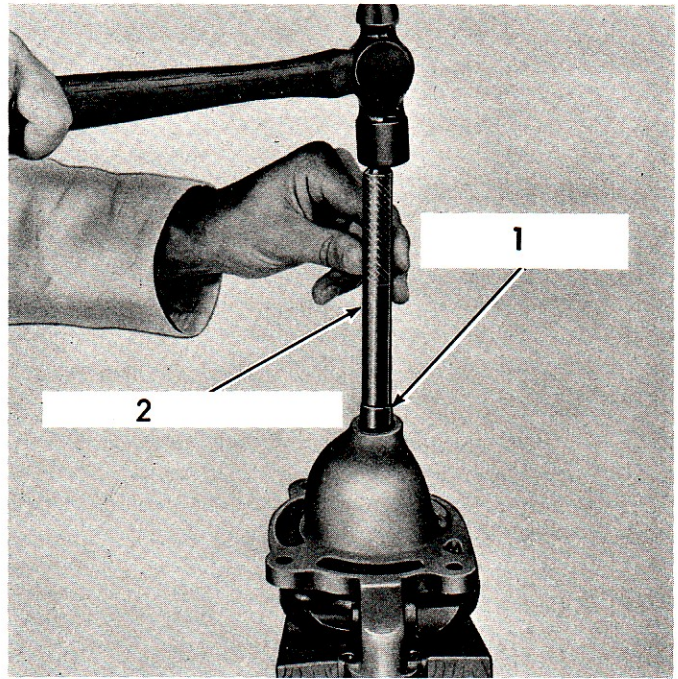

Fig. 44.
5. **Tracteurs Diesel**. Emmancher le coussinet du palier commande à l'aide du mandrin N^o. 813 et du manchon N^o. 802. Voir Fig. 44.